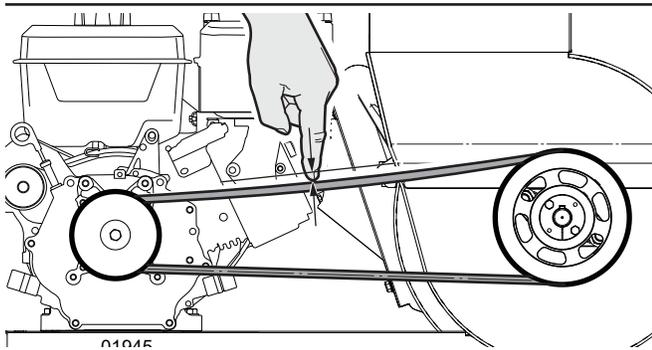

Fig. 26 – Vérifiez la tension de la courroie d'entraînement
2. Utilisez votre main pour vérifier la déflexion de la courroie d'entraînement. Appuyez sur le haut, au centre de la courroie d'entraînement (Fig. 26).